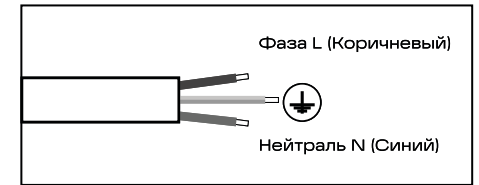

Рис. 5
- 5.12. Отключите питание и подключите кабель, выведенный из светильника согласно схеме на рис. 5.